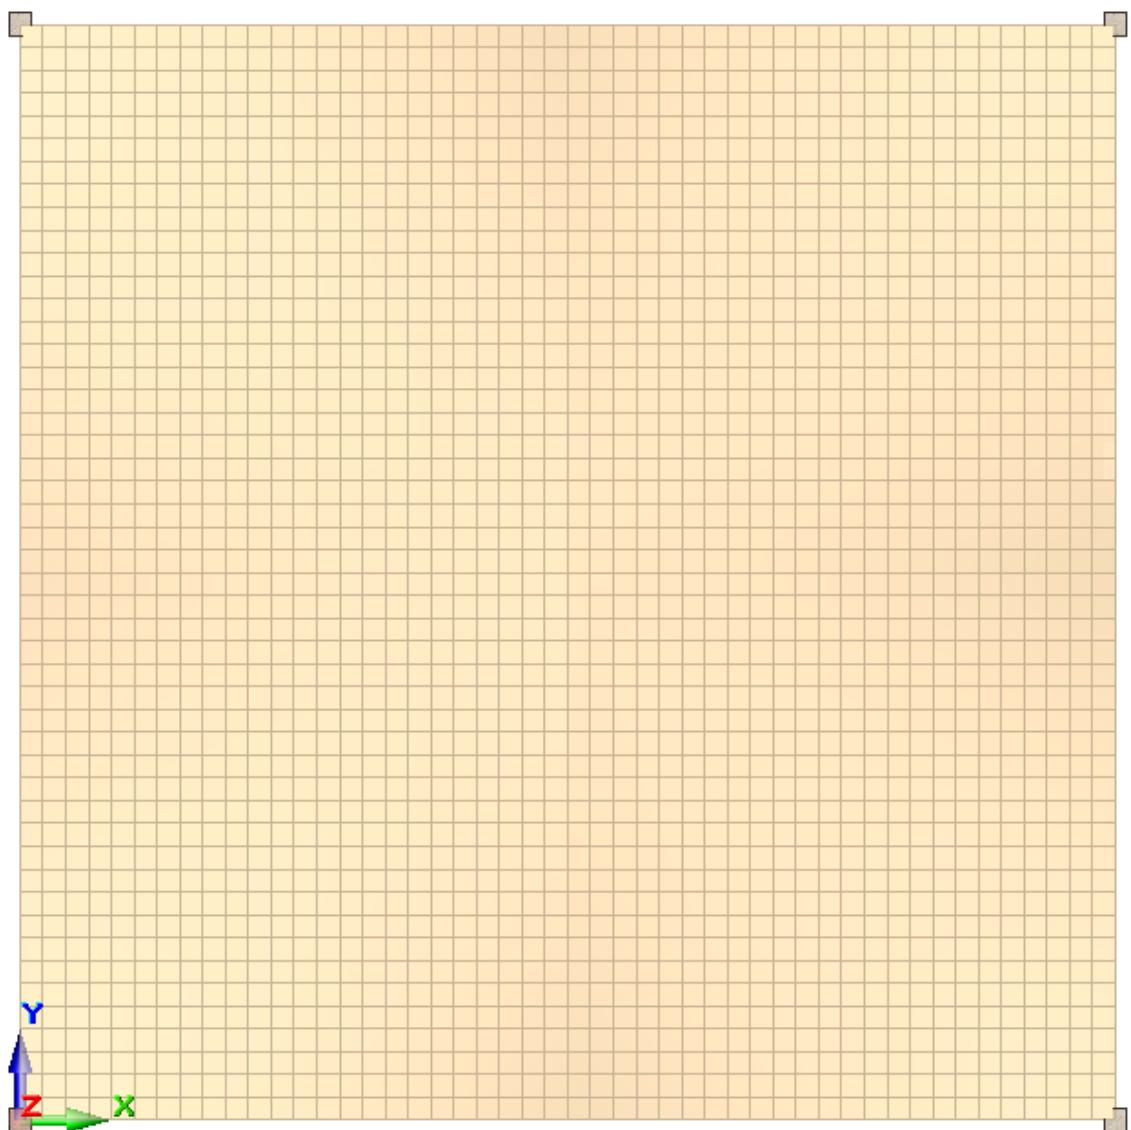

Рис.3.2. Схема расстановки колонн
- Произведите расстановку колонн в углах оболочки с помощью щелчка левой кнопки мышки (рис.3.2)